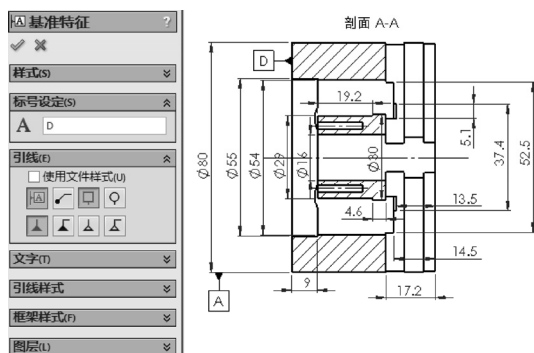

图 7-82 添加基准特征操作
STEP 11 单击“注解”工具栏中的“基准特征”按钮，设置基准标号分别为 A 和 D，并在如图 7-82 所示位置分别单击，添加参考基准。